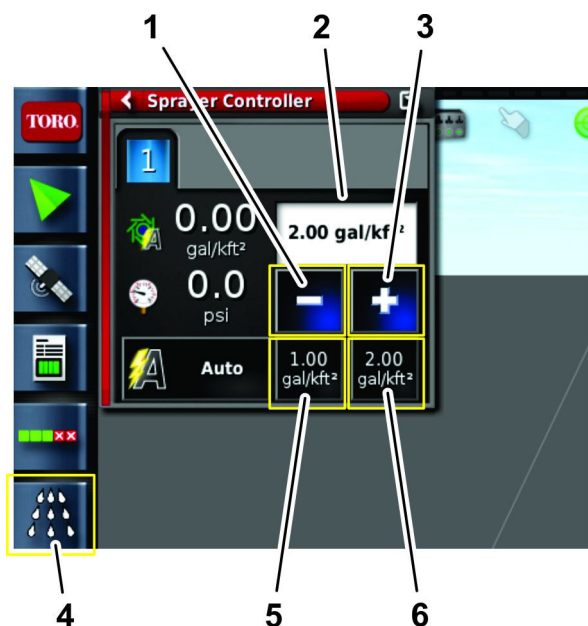

図 180
10. 希望する散布率を入力するプリセットから増減してもよいし、現在の目標散布率アイコンから設定してもよい 図 180。